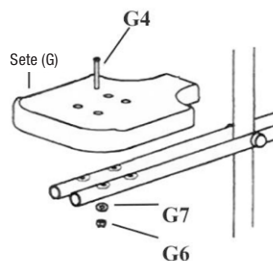

Fig 15
11. Monter de to setene (G) på dobbelthusken med 39 mm unbrakobolt (G4), M6 skiver (G7) og M6 hettemuttere (G6). Stram alle muttere. Se fig. 15.